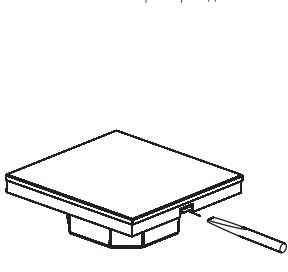

Рис.3. Снятие лицевой панели.
- 3.7. Отсоедините лицевую панель от корпуса, аккуратно поддев ее плоской отверткой [Рис. 3].